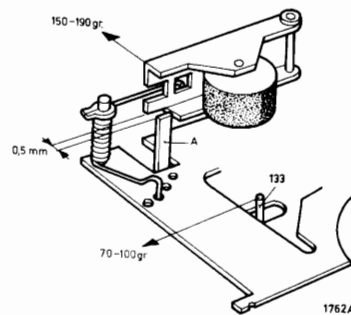

Fig. 2
Controle van de aandrukkracht van drukrol 68 (zie fig. 2)
Controle van de opspoelfrictie 133, fig. 2
- Is de stroomtoename meer dan 16 mA dan moet de aandrukkracht worden verhoogd tot uiterlijk 100 gr (zie fig. 2).